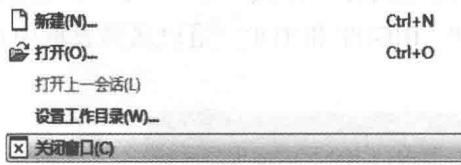
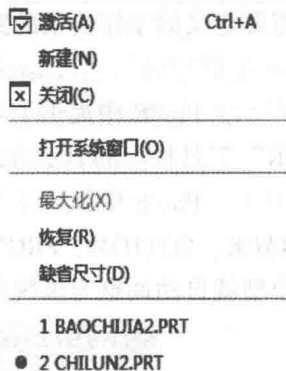

图 1-13 “文件”菜单
图 1-14 “窗口”菜单
① 关闭窗口。单击“文件”菜单的“关闭窗口”命令(图 1-13)或单击“窗口”菜单的“关闭窗口”命令都可以关闭当前活动窗口(图 1-14)。
② 窗口切换。Pro/E 可打开多个文件形成多个窗口，若要将选中的窗口设置为当前活动窗口，则需先用鼠标单击该窗口使其置于最上层，再单击“窗口”菜单下的“激活”命令。除了使用“激活”命令设置活动窗口外，也可直接在“窗口”菜单下的文件列表中选择文件，将该文件所在的窗口设置为活动窗口，如图 1-14 所示。